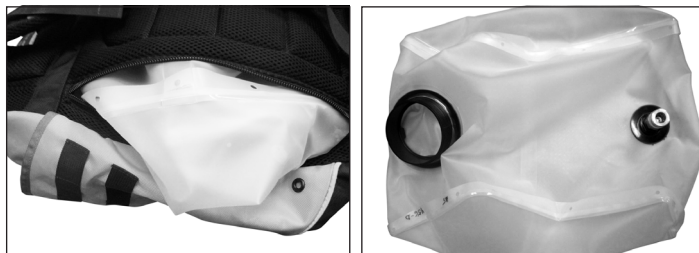

Figura 4.
4. Abra la cremallera en la parte trasera de la mochila y saque el forro por esta abertura. (Vea la Figura 4).